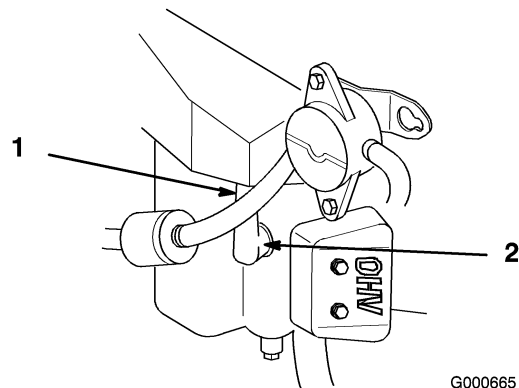

Bild 36
3. Ziehen Sie den/die Kerzenstecker von der(n) Zündkerze(n) (Bild 36). Reinigen Sie den Bereich um die Zündkerze(n), um zu verhindern, dass Schmutz in den Motor fällt und Schäden verursachen kann.
3. Drücken Sie die den/die Kerzenstecker auf die Zündkerze(n) (Bild 36).